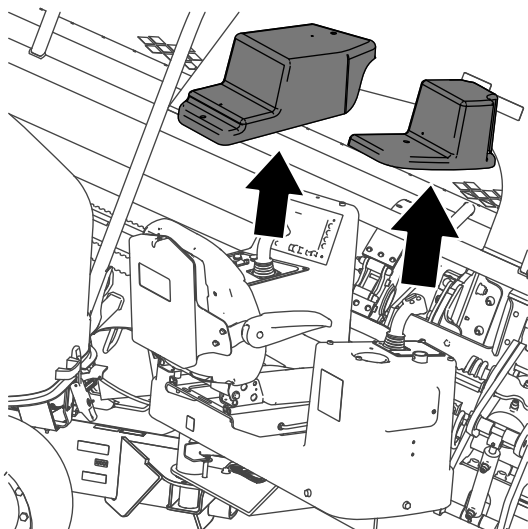

Figura 40
3. Solte os 4 parafusos de fixação das tampas sobre os consoles de operador e retire as tampas (Figura 40).